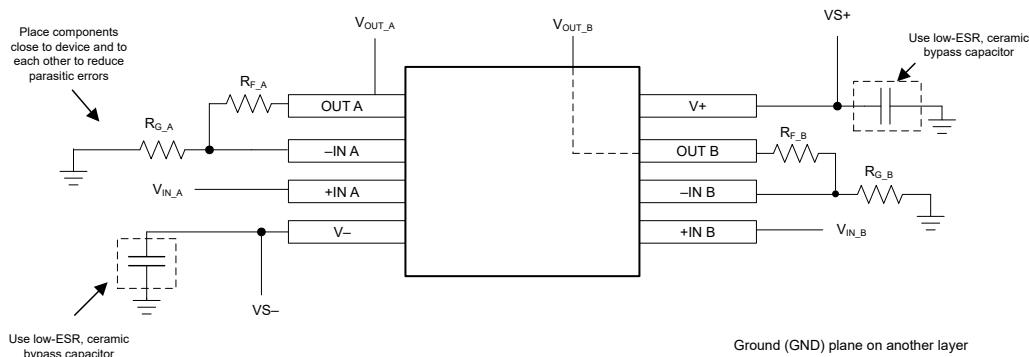

図 7-9. 非反転型アンプ構成のオペアンプ基板のレイアウト
- デカップリングコンデンサをデバイスのできるだけ近くに配置します。図 7-9 が示すように、帰還抵抗 (R3) とゲイン抵抗 (R4) は反転入力の近くに配置して、寄生容量を最小限に抑えます。